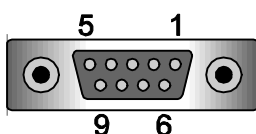

Fig. 20
- L'inverter SunEzy è dotato di un'interfaccia RS232 in serie che consente l'accesso ai dati dell'apparecchio utilizzando un PC per mezzo del software SunEzy Control in dotazione. Questo collegamento è accessibile rimuovendo la mascherina RS232 presente sul pannello inferiore dell'apparecchio. Si tratta di una presa DB9 (Fig. 20), i cui pin sono illustrati nella tabella riportata a lato.